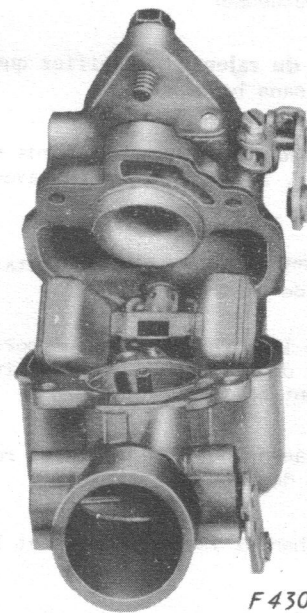

Figure 9 - Séparation de la cuve et du corps papillon des gaz.
1. Dévissez les quatre vis de fixation de la cuve et du corps du papillon des gaz (voyez figure 9).